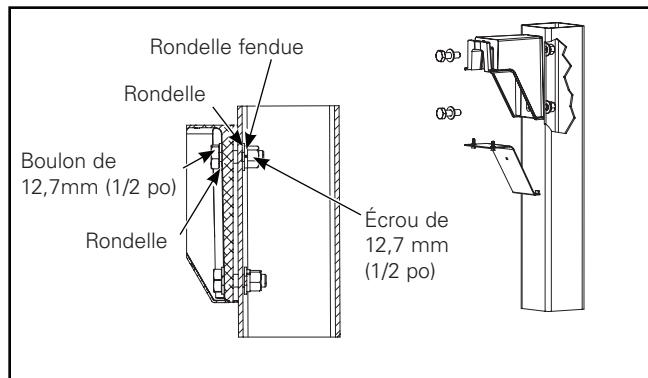

Figure 9.
3. Utilisez la quincaillerie de 12,7 mm (1/2 po) pour fixer fermement le bras de montage au poteau. Serrez les boulons à un couple de 54,2 Nm (40 pi-lb). (Figure 9)